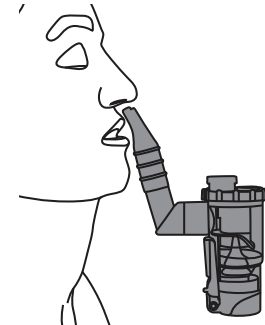

Bild 20
- Bei Inhalation über das Nasenstück muss dieses über den Adapter mit dem Vernebler verbunden werden. Halten Sie das Nasenstück anschließend an die Nase (Bild 20).